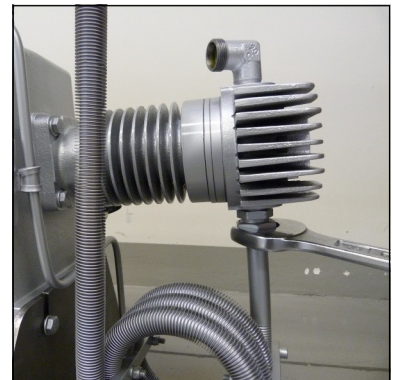

Abb. 4 -
- Rohrleitungsver schraubung des Kühlers 2. Stufe lösen (Abb. 4).